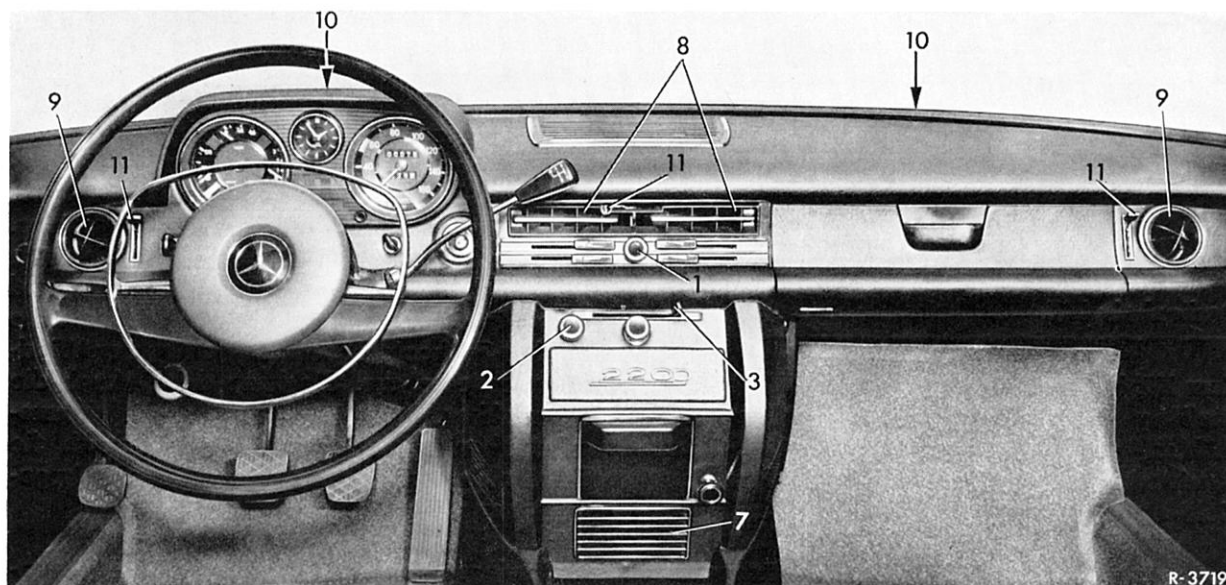

Bild 83—11/1
Zu dieser Anlage gehören, wie in den Bildern (Bild 83—11/3 bis 5 und 83—13/1) gezeigt, folgende Aggregate und Teile:
Zur Bedienung der Klimaanlage befinden sich zwei Drehschalter, davon ein Drehschalter (1) (Gebläseschalter, gleichzeitig für Heiz- und Kühlgebläse) in der Instrumententafel und ein Drehschalter (2) (Temperaturschalter) sowie ein Bedienhebel (3) in der Abdeckung zwischen Instrumententafel und Tunnel mit folgenden Schaltmöglichkeiten (Bild 83—11/1 und 2):